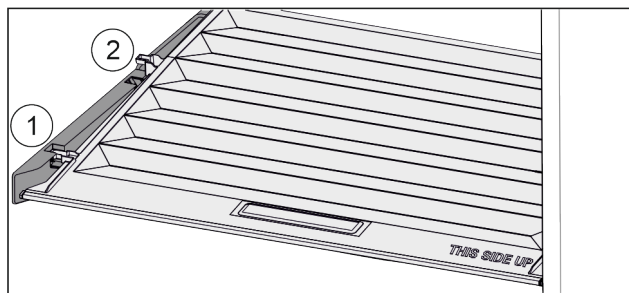

Fig. 73
- ▶ Poklopac do otvora u pridržnim dijelovima povucite prema naprijed Fig. 73 (1).
- ▶ Podignite ga odozdo sa stražnje strane i izvadite prema gore Fig. 73 (2).